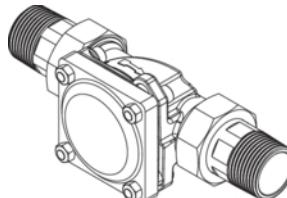

Abb. 6: Schrauben angezogen
5. Das am Umgehungsventil hängende Gerät leicht **im Uhrzeigersinn** drehen, um die Schrauben in den Bohrungen des Umgehungsventils einzurasten (Befestigungsprinzip siehe Abbildung 6).